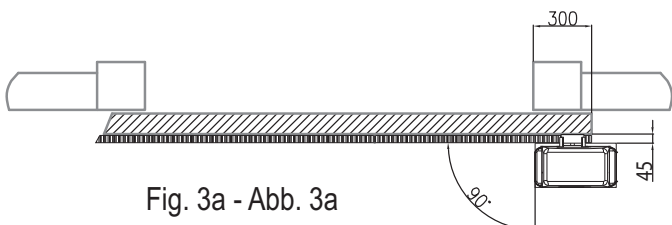

Fig. 3a - Abb. 3a
3. Die Maße und die Waagerechte der Kanäle und der Fundamentplatte mit einer Wasserwaage kontrollieren, dann diese im Beton versenken. Die in den Abb. 3a (Installation rechts) und 3b (Installation links) angegebenen Maße beachten.